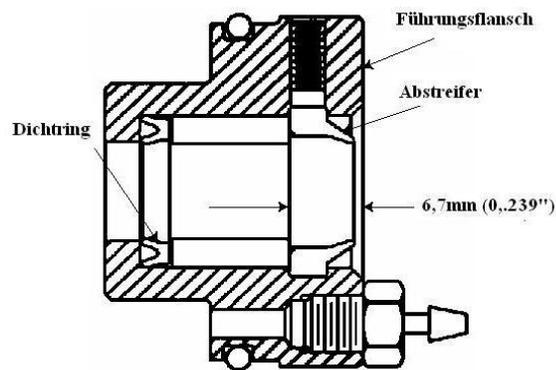

Abbildung 63
- Der Dichtring der Kolbenstange sollte ersetzt werden, wenn an der Stange Luft austrat, wenn er entfernt wurde oder wenn die innere Lippe uneben oder abgenutzt ist. Verwenden Sie eine Pinzette oder einen dünnen Draht, um die Lippe nach innen zu falten und den Dichtring von innen aus dem Zylinderdeckel zu ziehen. Reinigen Sie die Nut zwischen dem Zylinderdeckel und dem Lager. Tragen Sie auf den neuen Dichtring Bettcher® Max-Z-Lube -Fett überall auf und drücken Sie ihn von der gleichen Seite, von der er entfernt wurde, in den Zylinderdeckel. Verwenden Sie ein stumpfes Objekt, um ihn allmählich in Position zu bringen. Stellen Sie sicher, dass die Lippe wie in Abb. 63 gezeigt im Zylinderdeckel nach innen zeigt.
Wischen Sie die Bohrung sauber und tragen Sie auf die Bohrung und auf den neuen Dichtring Bettcher® Max-Z-Lube -Fett auf. Montieren Sie den Dichtring mit der Lippe nach innen zeigend von vorne bis er vollständig anliegt. Setzen Sie das Lager rechtwinklig an der Bohrung an und drücken Sie mit einem Bolzen mit etwas weniger als 12,7 mm (1/2") Durchmesser das Lager hinein, bis seine Außenkante wie in Abb. 63 gezeigt mit der hinteren Fläche der Abstreifernut (6,07 mm (0,239")) von der Frontfläche des Zylinderdeckels) bündig abschließt. **Drücken Sie nicht zu stark, denn dadurch könnte der Dichtring beschädigt werden.** Montieren Sie entsprechend der Anleitung oben einen neuen Abstreifer.
Fetten Sie beide Kolben-O-Ringe sorgfältig mit Bettcher® Max-Z-Lube -Fett ein. Schieben Sie den vorderen Zylinder vorsichtig über die Kolbenstange und halten Sie beim Durchschieben der Kolbenstange durch den Dichtring, das Lager und den Abstreifer an der Nase des Zylinders eine leichte Drehbewegung bei. Drehen Sie den Zylinder, bis der Luftanschluss auf die gleiche Seite versetzt ist, wie der Anschluss an der mittleren Platte. Montieren Sie den hinteren Zylinder auf die gleiche Weise über dem hinteren Kolben mit einer leichten Drehbewegung und drehen Sie ihn dann so, dass der Druckluftanschluss auf der gleichen Seite wie die Anschlüsse an der mittleren Platte steht. Richten Sie die vier Löcher aufeinander aus, montieren Sie die Schrauben, Unterlegscheiben, Sicherungsscheiben und Sechskantmuttern entsprechend Abb. 63. Stellen Sie dabei sicher, dass alle O-Ringe eingefettet sind und in den Nuten der Zylinderfrontflächen sitzen und ziehen Sie abschließend die vier Schrauben fest.